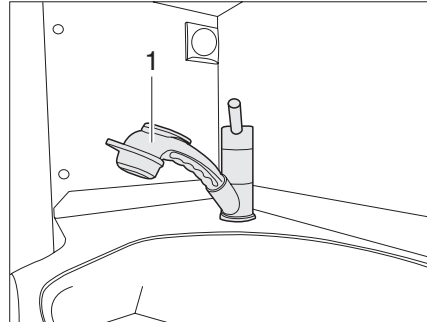

Bild 102 Handdusch
- ▶ Dra ut handduschen (Bild 102,1) och låt den tömmas.
- ▶ Att använda handduschen (Bild 102,1). Dra ut handduschen.